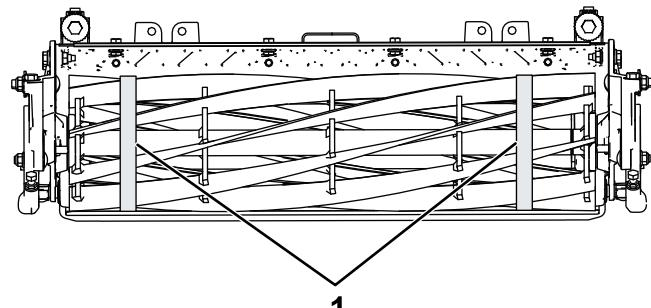

Figure 35
- À l'aide d'un ruban de mesure du diamètre, mesurez le diamètre extérieur du cylindre aux deux extrémités (Figure 35) ; la différence entre les diamètres extérieurs aux deux extrémités doit être inférieure à 0,25 mm. Si la différence est supérieure, rectifiez le cylindre.